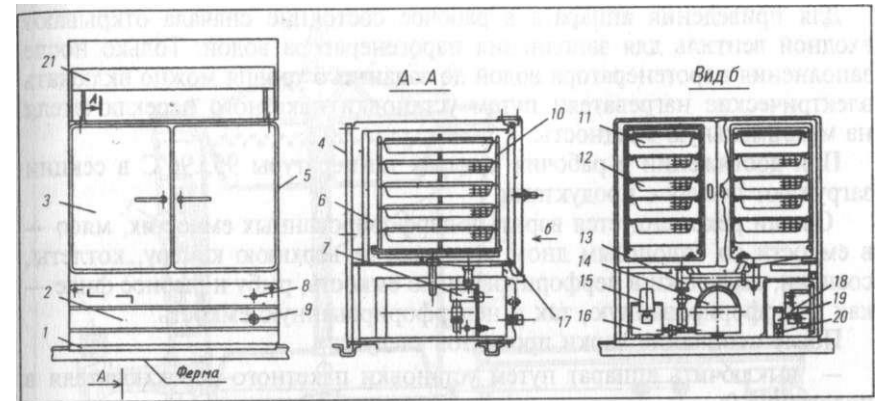

Рис. 10-2. Аппарат варочный электрический АПЭ-0,23А
**Аппарат пароварочный электрический АПЭ-0,23А (АПЭ-0,23А-0,1) (рис. 10-2)** предназначен для варки на пару при атмосферном давлении овощей, рыбы, мяса, различных кулинарных изделий в функциональных и других емкостях на предприятиях общественного питания.